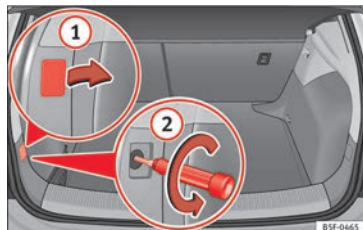

Fig. 115 Maletero: posición del tornillo de fijación para la unidad de luz trasera.
- Retire la cubierta haciendo palanca con el lado plano de un destornillador en el rebaje y retire la cubierta de la abertura » **fig. 115 ①**.
- Desenrosque cuidadosamente con un destornillador el tornillo que hay detrás en sentido contrario a las agujas del reloj (flecha) » **fig. 115 ②**.